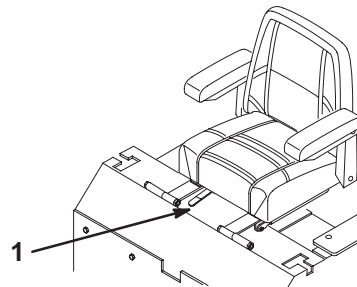

Figure 24
- Poussez le levier de réglage sur le côté pour débloquer le siège (Fig. 24).